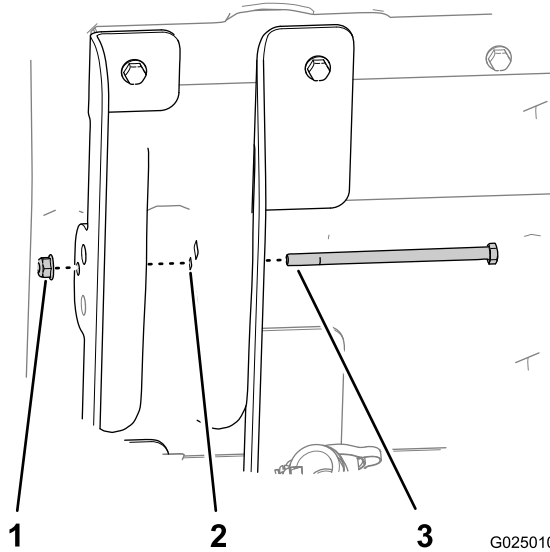

図6
6. 図6に示すように、六角ヘッドボルト5/16 x 5-1/2 インチを、内側荷台ブラケット長いフランジ、荷台、外側荷台ブラケット短いフランジの小さい方の穴に通す。
7. フランジナット5/16 インチでボルトを手締めする 図6。
9. ボルト 5/16 インチを固定しているフランジナットを軽く締める 図 6。